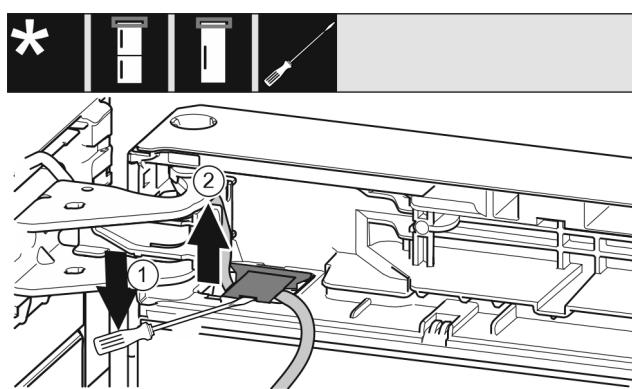

Fig. 21
- Используя шлицевую отвертку, поднимите и вытяните крышку. Fig. 21 (1)
- Извлеките кабель. Fig. 21 (2)